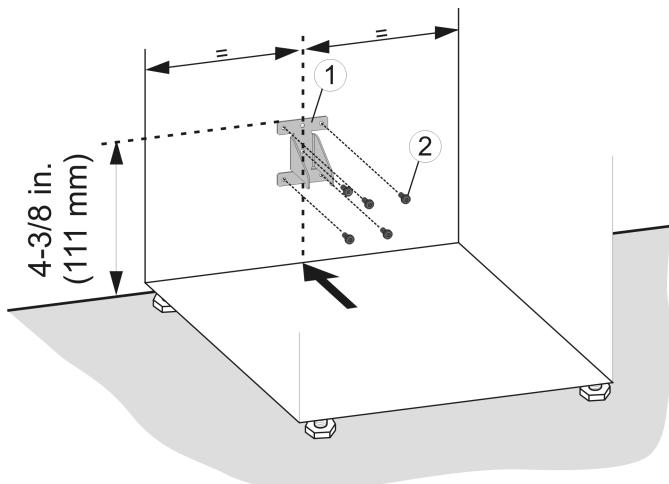

Fig. 12
- Installer la sécurité anti-basculement Fig. 12 (1) en utilisant des vis Fig. 12 (2) appropriées.